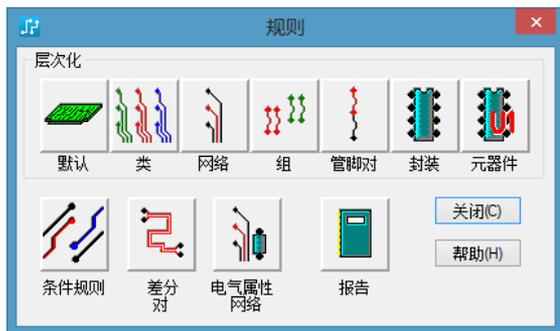

图 6-37 “规则”对话框
(2) 钻孔对 选择“钻孔对”命令,弹出“钻孔对设置”对话框,定义钻孔层对。
(3) 跳线 打开“跳线”对话框,调整默认的跳线设置。
(4) 设计规则 选择“设计规则”命令,打开“规则”对话框,如图 6-37 所示,进行布线规则的设置和编辑。这是一个非常重要的设置,通过该规则的设置,PADS 会实时监控当前设计过程,从而避免设计过程中相应错误的发生,具体规则的设计将在后续章节中展开介绍。